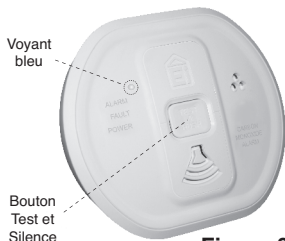

Figure 3
6. Quand le mode synchronisation est activé, le voyant bleu (situé sur la face avant du détecteur – voir figure 3) clignote plusieurs fois toutes les cinq secondes pour indiquer :
8. Appuyez sur le bouton Test (voir figure 3) de chaque détecteur l'un après l'autre pour vérifier qu'ils fonctionnent et que leurs alarmes se déclenchent toutes au même moment. S'ils ne communiquent pas tous, voir la section « Résolution des problèmes ».
- Si les détecteurs sont interconnectés au moyen de modules RadioLINK, exercez une pression prolongée sur le bouton Test jusqu'à ce que le voyant bleu sur le devant du détecteur s'allume (voir figure 3). Vérifiez que tous les autres détecteurs sonnent.